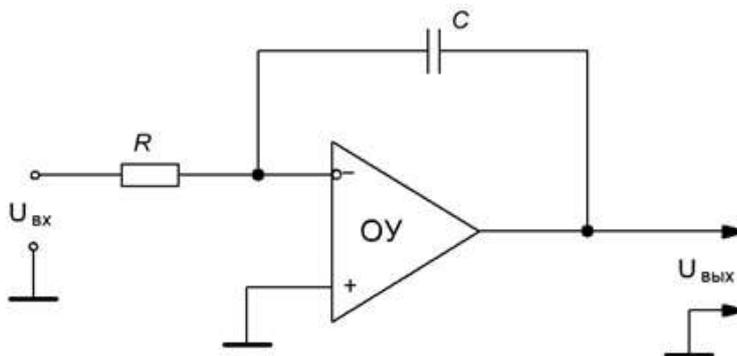

Рис. 8
8. Для интегратора (рис. 8) найти  $R$ , при котором выходное напряжение изменяется